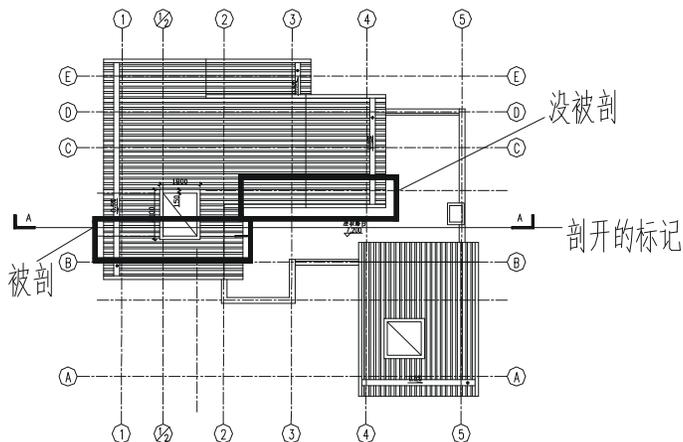

图 10-2-27
**STEP 23** 从如图 10-2-27 所示的屋顶平面图分析得知屋脊的右边没有被剖开，只有左边部分被剖开。